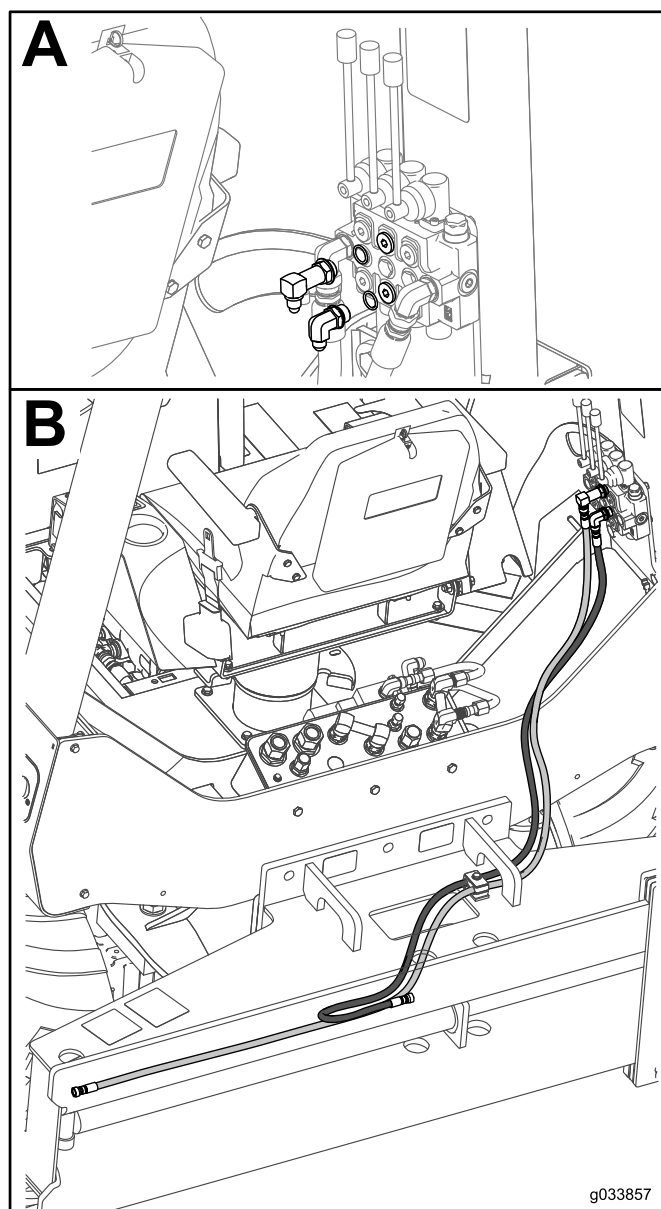

Рисунок 6
2. Установите малый угловой штуцер и уплотнительное кольцо на нижнее центральное отверстие гидравлического клапана, как показано на виде А на Рисунок 6.
3. Подсоедините шланг, выходящий из центра гидравлического цилиндра, к нижнему прямоугольному штуцеру, как показано на виде В на Рисунок 6.
4. Подсоедините шланг, выходящий из конца гидравлического цилиндра, к верхнему прямоугольному штуцеру, как показано на виде В на Рисунок 6.
1. Установите большой штуцер и уплотнительное кольцо на верхнее центральное отверстие гидравлического клапана, как показано на виде А на Рисунок 6.